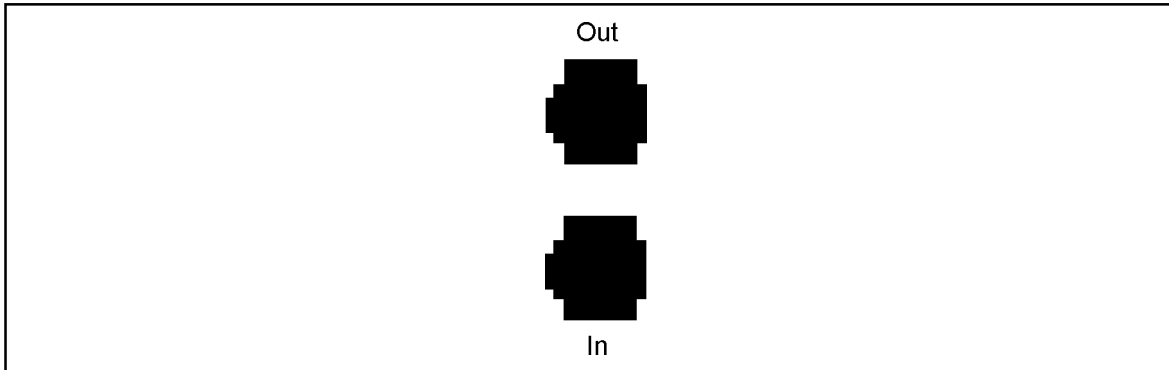

Abb. 9 Netzwerk-Transientenschutz
Der in Abb. 9 gezeigte Anschluß für den Netzwerk-Transientenschutz sitzt an der Rückseite und hat einen Eingang (IN) bzw. Ausgang (OUT) in Form eines RJ-45-Steckverbinders (10Base T) für die Verbindung mit einem Netzwerk.